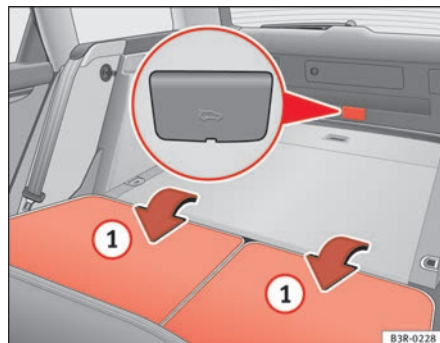

Fig. 75 Pormenor da parte traseira do habitáculo e do porta-bagagens: acesso ao dispositivo de abertura de emergência
- Rebata os dois encostos traseiros **1** ⇒ fig. 75.